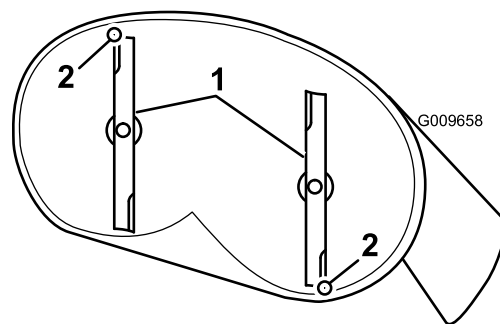
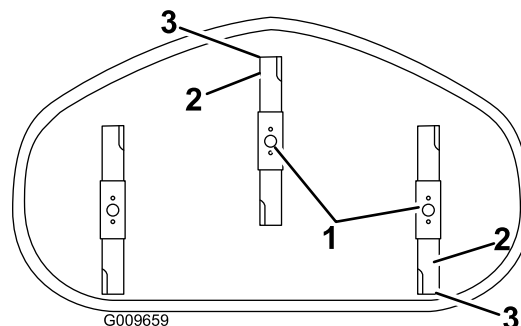

Bild 64
Bild 65
4. Drehen Sie die Messer vorsichtig, sodass sie in Längsrichtung zeigen (Bild 64 und Bild 65).
5. Messen Sie zwischen der Messerspitze vorne und hinten und der ebenen Oberfläche (Bild 64 und Bild 65). Stellen Sie die vordere Sicherungsmutter ein, wenn die vordere Schnittmesserspitze nicht um 1,6–7,9 mm tiefer liegt als die hintere.
8. Prüfen Sie noch einmal die Neigung in Längsrichtung. Stellen Sie die Mutter ein, bis die vordere Schnittmesserspitze um 1,6–7,9 mm tiefer liegt als die hintere Spitze (Bild 64 und Bild 65).